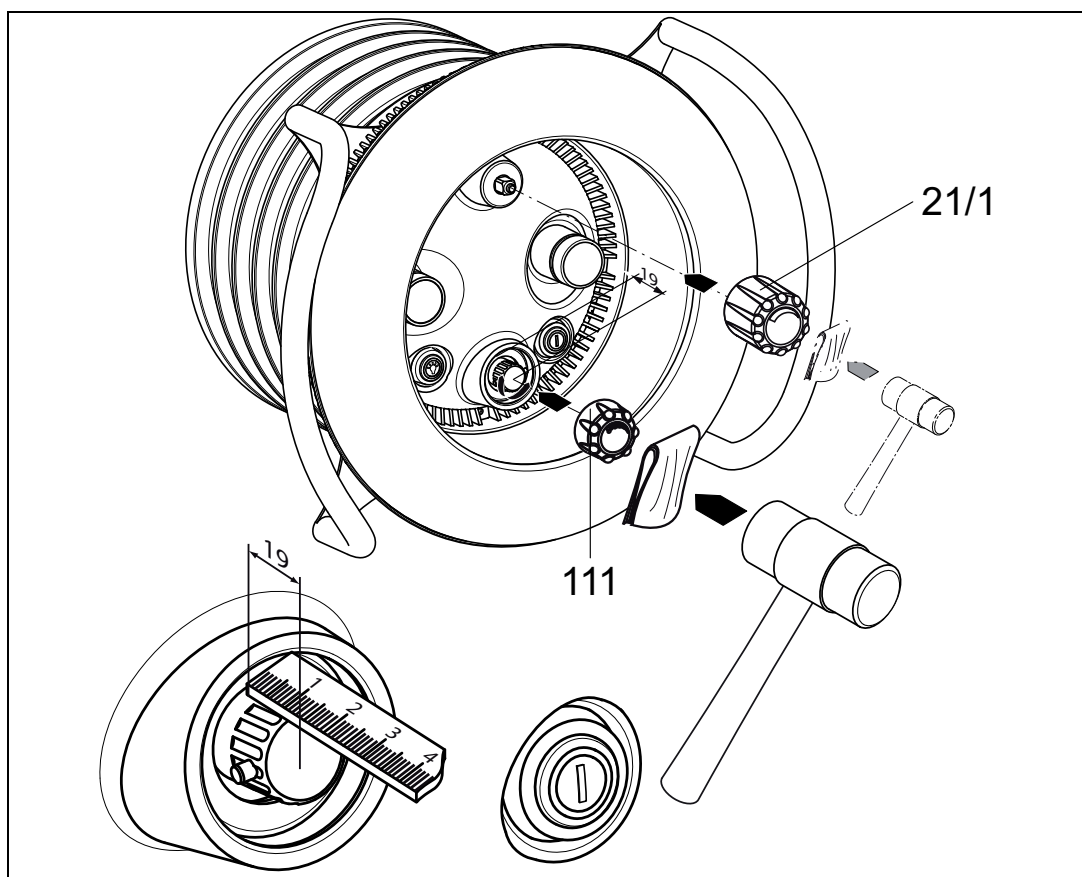

Fig. 13
12. Con un martello di gomma ed un telo di protezione fissare i cappucci della regolazione della portata **(21/1)** e della regolazione dell'aria **(111)** *(fig. 13)*.